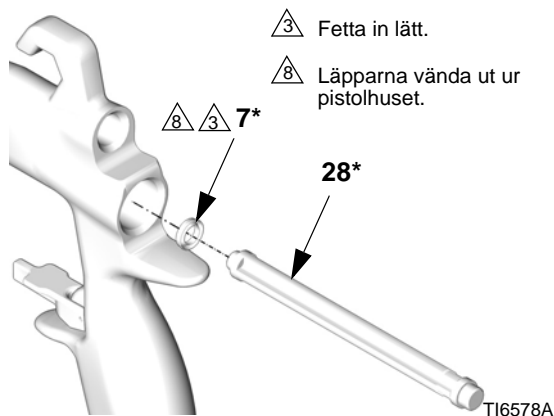

FIG. 42
3. Sätt den nya packboxen (7*) på sätesmonteringsverktyget (28*), med läpparna på packboxen vända som i FIG. 42. Tryck in packboxen i bakänden på pistolen tills ett distinkt knäpp känns.